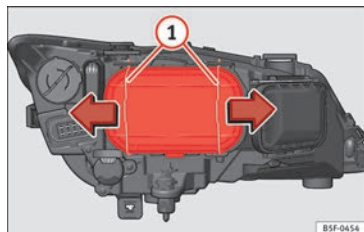

Fig. 103 Luz de cruce.
- Desplace los tirantes » fig. 103 ① en el sentido de la flecha y saque la tapa.